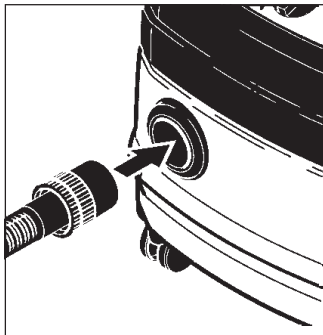

Figure 4
4. Connect the suction hose. The "Wap Multifit" enables any Clarke suction hoses (27, 32, 36, 50 mm diameter) to be connected to the machine (Figure 4).
4. Connectez le tuyau d'aspiration. Le «Wap Multifit» permet à n'importe quel tuyau Clarke (de 27, 32, 36 et 50 mm de diamètre) d'être connecté à la machine (Figure 4).